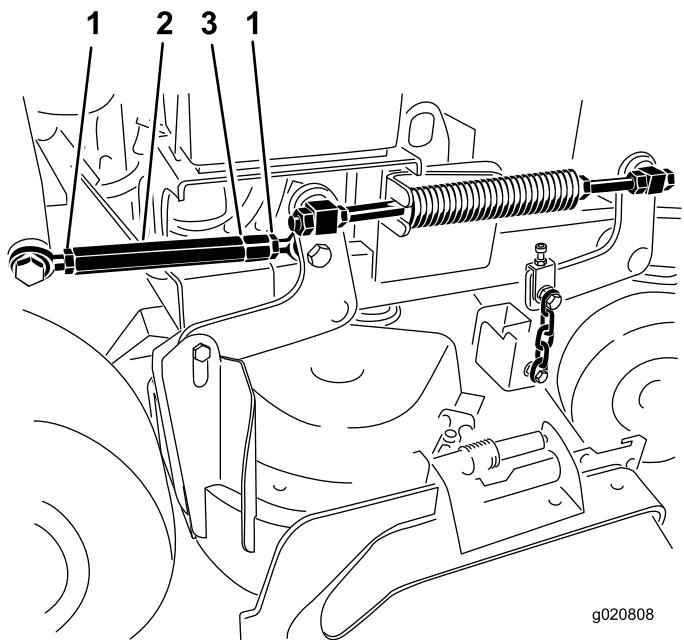

Figura 86
5. Afloje las contratuercas en ambos extremos del tensor (Figura 86).
Nota: El extremo del tensor que tiene la muesca mecanizada tiene rosca a izquierdas (Figura 86).